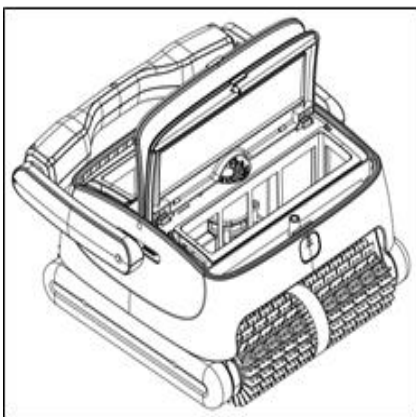

Bild 3
- c. Öppna upp höljet (se bild 3)